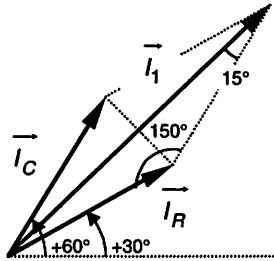

Figure 3.11 Représentation de Fresnel des courants
– Sachant que  $C\omega = 1/R$ , on obtient la représentation de Fresnel (Fig. 3.11). D'où :